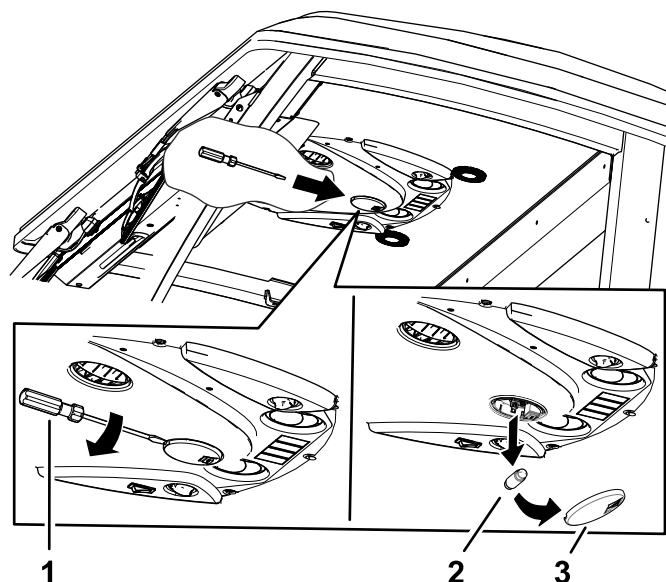

Figura 90
2. Rimuovete la lampadina dalla base della luce (Figura 90).
1. Rimuovete il vetro della luce dal quadro di comando con un cacciavite (Figura 90).